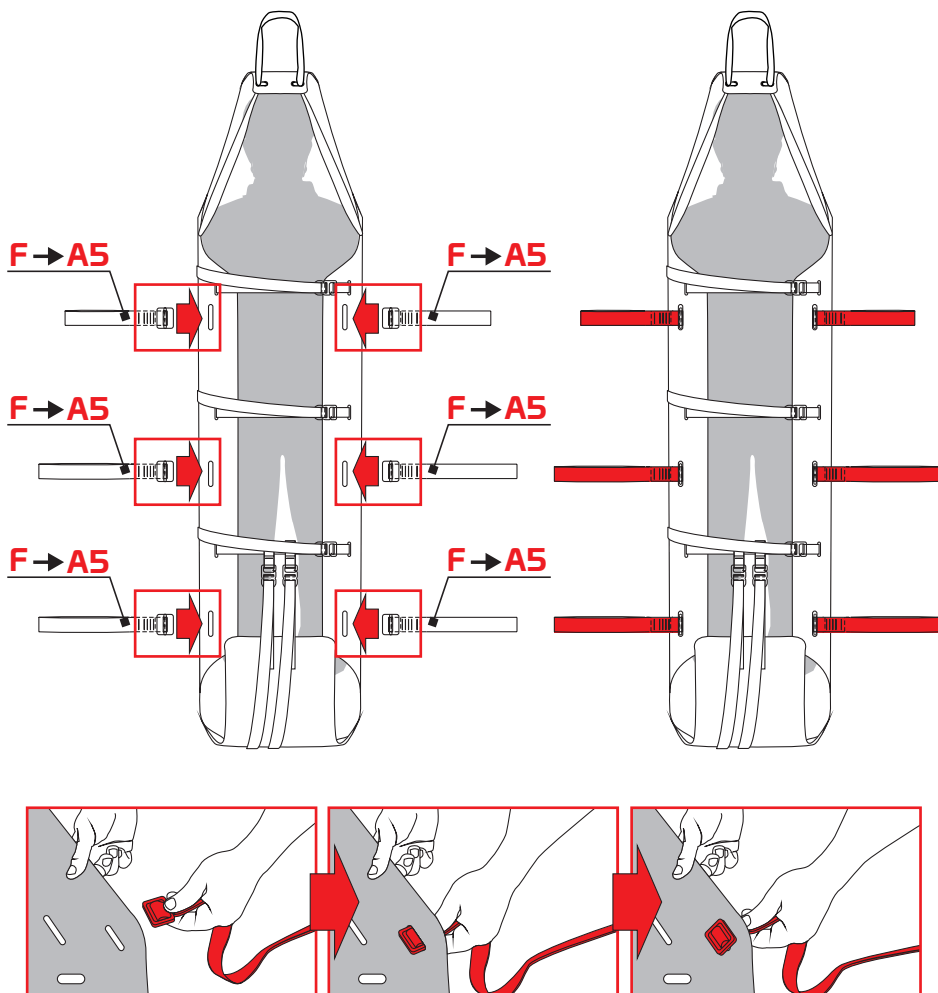

Fig.10
- a) trasporto manuale: inserire le maniglie laterali (F) nelle asole A5 del piano di appoggio (fig. 10) - Nota: si consiglia di inserire la coppia di maniglie più corte nelle asole posizionate in prossimità del busto del paziente per mantenere la testa più in alto rispetto ai piedi,